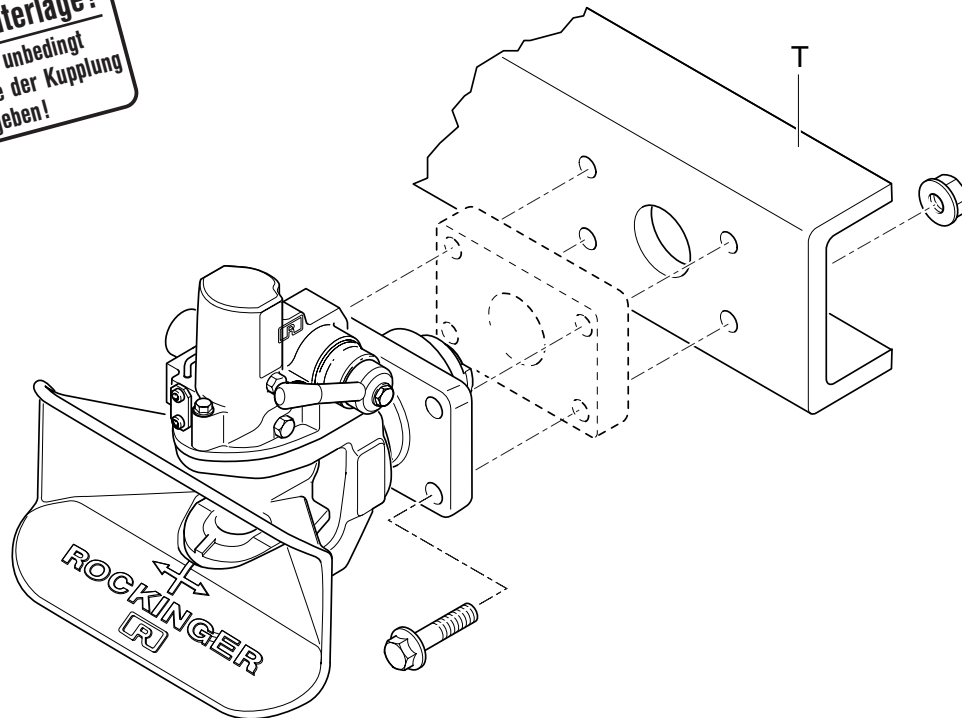

Abb. 1
- Zwischenplatte verwenden (s. Abb. 1, Bestell-Nr. 71053)
**Achtung:** Schraubenköpfe zur Kupplungskopfseite (Traversenaußenseite), um die Beweglichkeit der Kupplung nicht zu beeinträchtigen (s. Abb. 1).